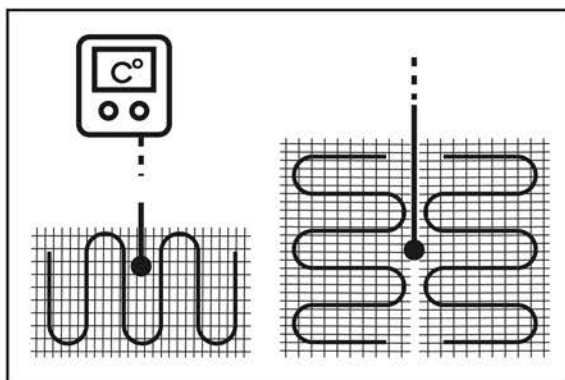

Рис. 5 – Установка датчика температуры пола между витками кабеля
4. Поместить датчик температуры пола в гофрированную трубу, которая входит в комплект. Конец трубки закрыть заглушкой, во избежание попадания монтажного раствора и мусора. Датчик температуры должен легко извлекаться из гофрированной трубки. Рекомендуемый радиус изгиба трубки между стеной и полом должен быть не менее 50 мм. Трубка с датчиком внутри должна располагаться на равном расстоянии между витками кабеля для наиболее точного измерения температуры (рис.5). Подробнее в руководстве по эксплуатации терморегулятора, в комплект которого входит датчик.